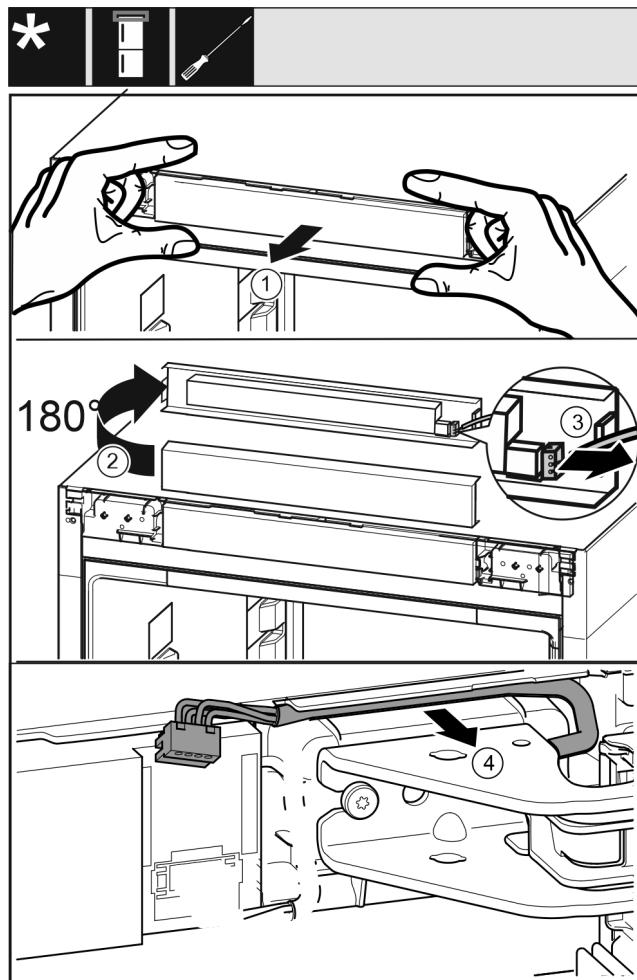

Fig. 19
- Lironi nga përpara me kujdes panelin e komandimit të pajisjes. Fig. 19 (1)
- Rrotulloni për lart me 180° panelin e komandimit. Fig. 19 (2)
- Shtypni nga prapa majën e kapjes dhe tërhiqni spinën jashtë me kujdes. Fig. 19 (3)
- Lironi me kujdes kabllon nga udhëzuesi mbi bazamentin mbështetës. Fig. 19 (4)